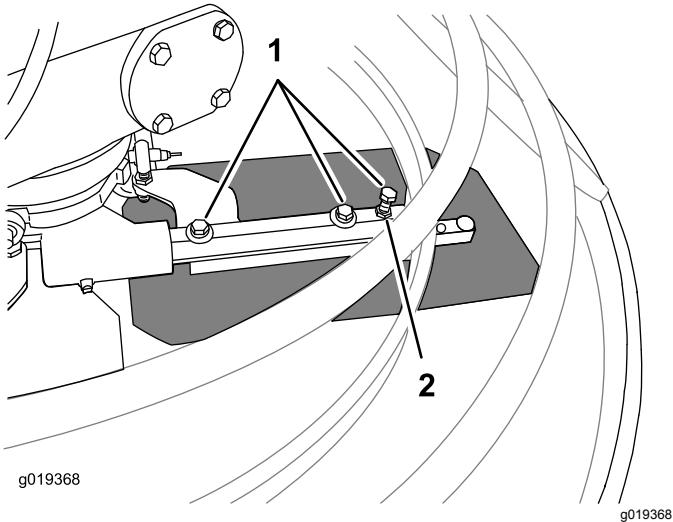

Figure 34
4. Desserrez les boulons de 3 à 4 tours (Figure 34).